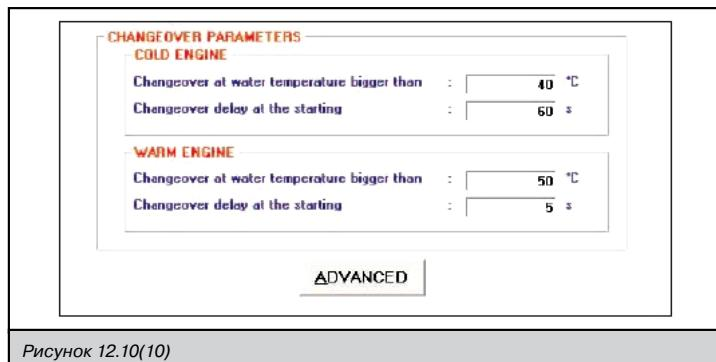

Рисунок 12.10(10)
- Переход Бензин-Газ (квадрат 1, рис. 12.10(11)); переход при замедлении.